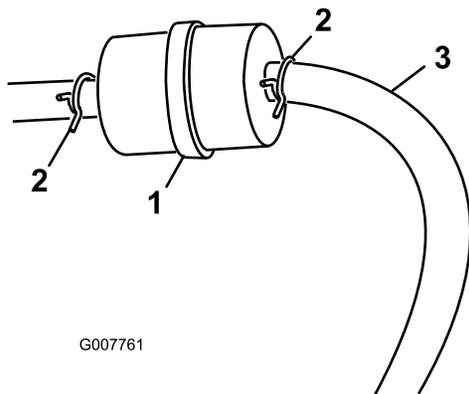

図 22
3. 古いフィルタのクランプをゆるめて脇に寄せる(図 22)。
5. 新しいフィルタをホースに取り付け、クランプで固定する(図 22)。
3. 燃料フィルタについているクランプをゆるめ、フィルタからずらす(図 22)。
4. 燃料フィルタから燃料ホースを抜き取る(図 22)。
注 落ちてくる燃料を燃料容器または廃油受けに受ける(図 22)。
5. フィルタに燃料ホースをつなぎ、クランプで固定する(図 22)。